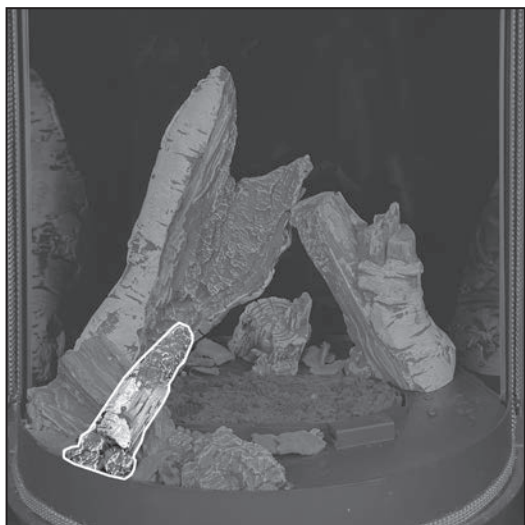

Figure 96: Étape 6 - La bûche 6
Étape 5: Placez la bûche 6 sur la surface plane de la bûche 5; la base doit toucher le bord du foyer. Voir la Figure 96.